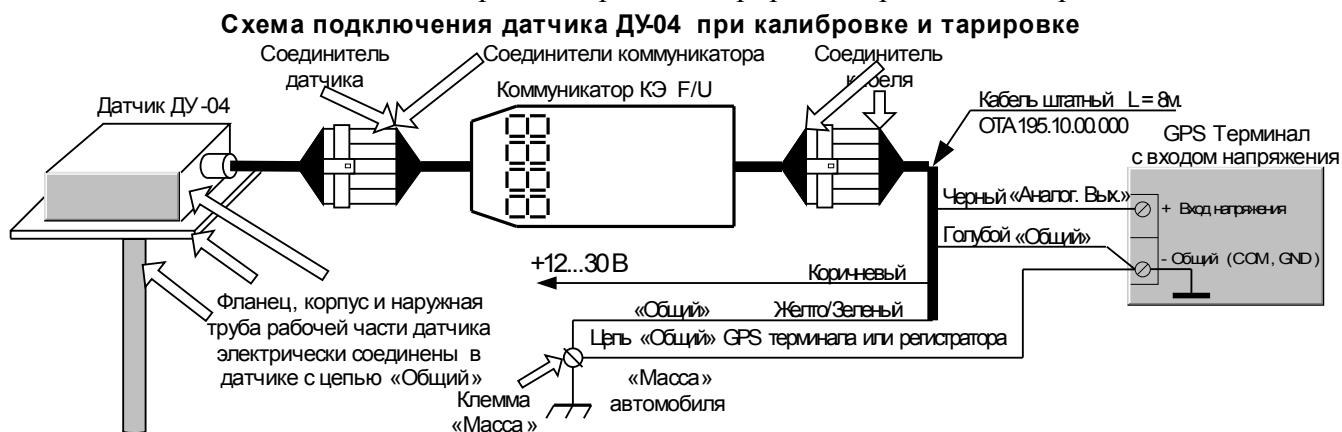

Рис.1. Схема подключения датчика ДУ-04 при калибровке и тарировке.
Схема подключения датчика при калибровке и тарировке приведена на рис.1.
Примечания к рис.1:
а) При подключении следует помнить, что наружная труба, фланец и корпус датчика (см. рис.1) электрически соединены с цепью «Общий» питания.
–клемма «Масса» (см. рис.1), к которой будут подключаться цепи датчика и GPS терминал, гарантированно соединена с минусовой цепью аккумуляторной батареи автомобиля или может быть подключена к ней только через общий выключатель массы, полностью отключающий аккумуляторную батарею от всех электропотребителей.
1.3.3 При условии выполнения требований п.п.1.3.1 и 1.3.2 подключить датчик в соответствии со схемой подключения, приведенной на рис.1, с использованием штатного кабеля из комплекта поставки.
Соединение цепей «Общий» датчика и GPS терминала выполнить строго в одной точке — к винтовой клемме «Масса» (см. рис.1.).
3.2.1 Расположив датчик **вертикально рабочей частью вниз** поместить на 1...2 минуты всю рабочую часть датчика (см. Рис.1 Руководства по эксплуатации) в жидкость, уровень которой датчик будет в дальнейшем контролировать. **Верхний уровень жидкости должен быть гарантировано не ниже верхней части дренажного отверстия на датчике!**